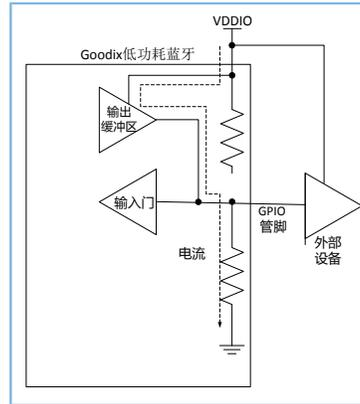

图 4-4 GPIO设为输出且输出高电平的电流图
- (1) 将GPIO管脚设为输出且为该管脚配置下拉电阻，当输出处于高电平状态时，电流会从VDDIO流向该下拉电阻，如图4-4所示。